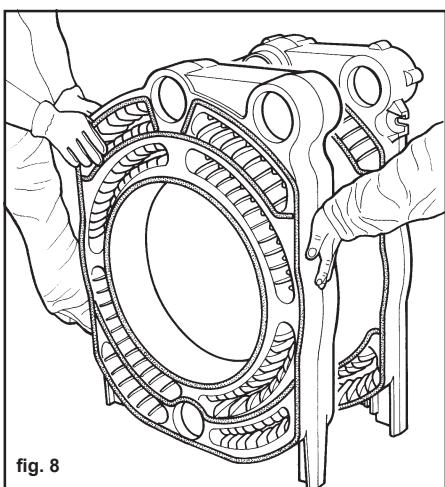

fig. 8
- 8 (Fig. 8) Forbered det første mellemliggende element på samme måde som det bageste element og placér det herefter ved siden af det bageste element (punkt 3, 4, 5, 6 og 7).